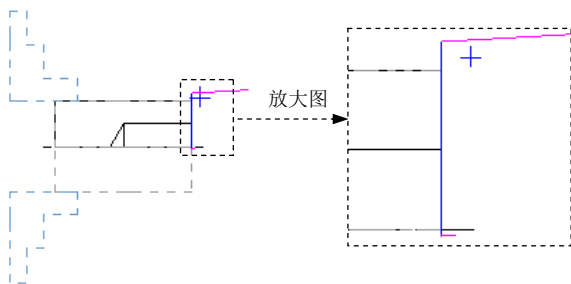

图 13.7.10 刀具路径
Step2. 单击 按钮完成刀具的选择, 此时系统将自动生成图 13.7.10 所示的刀具路径。
(1) 在“操作管理器”中单击 刀具路径 - 4.9K - LATHE_FACE_DRILL.NC - 程序号码 0 节点, 系统弹出“路径模拟”对话框及“路径模拟控制”操控板。
(2) 在“路径模拟控制”操控板中单击 按钮, 系统将开始对刀具路径进行模拟, 结果与图 13.7.10 所示的刀具路径相同, 在“路径模拟”对话框中单击 按钮。